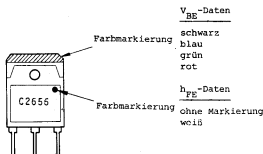

Abb. 1
Die Wicklungsanordnung der beiden Übertrager T901 und T902 im Inverterkreis ist in Abb. 1 gezeigt.
1. Nach Betätigen des Netzschalters schaltet zunächst der TUNER-Signalkreis ein (siehe Abb. 1).